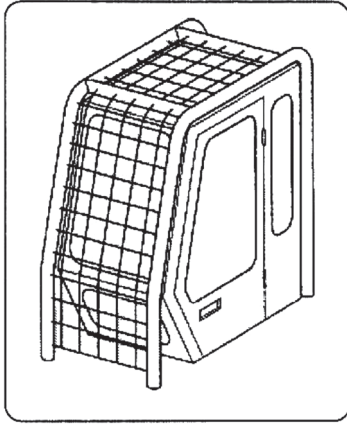

Рис. 2.2.1
- При проведении работ на высоте, могут падать фрагменты или куски материалов. Убедитесь в том, что машина, на которую установлен сменный рабочий орган, имеет необходимые защитные механизмы для выполнения данного вида работ, а также имеет кабину с защитной конструкцией от падающих предметов (Рис. 2.2.1).